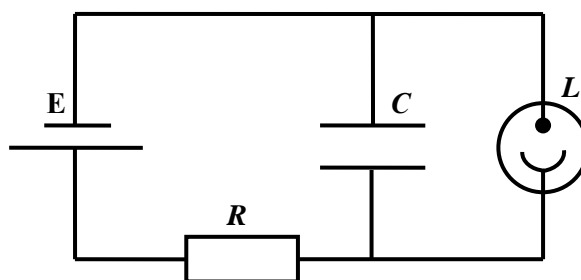

Рисунок 3.1
Напряжение между обкладками легко измеряется с помощью вольтметра. Но измерять величину электрического заряда непосредственно довольно трудно. Поэтому приходится обращаться к косвенному методу. В данной работе для этого используется электрическая схема (рис.3.1),
1. Собрать электрическую цепь по схеме (рис.3.1), взяв эталонный конденсатор.
1. Выбрать два конденсатора, ёмкость которого определена в задании 1, соединить их последовательно и включить в электрическую цепь по схеме (рис.3.1);